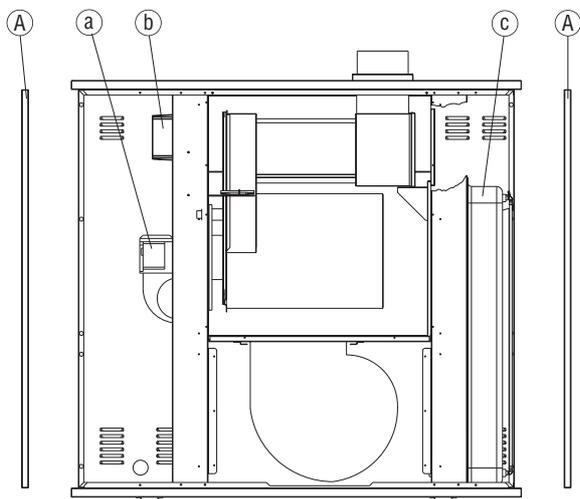

Fig.1
Le générateur d'air chaud a deux vains (Fig.1): un antérieur contenant le tableau de commande (a) et le brûleur (b) et un postérieur contenant le réservoir (c) (seulement pour la version au fioul). Les deux vains sont accessibles en enlevant les panneaux (A) (exercer une légère traction sur la panneau).